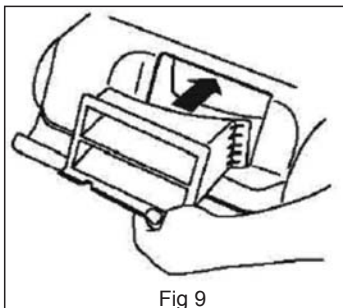

Fig 9
- Insérer le bouchon « mulching » de la tondeuse dans l'orifice de l'éjection arrière à la place du bac. Fig 9
Retirez le capuchon de bougie (fig.9) d'un mouvement rotatif et retirez la bougie avec la clé à bougie fournie.